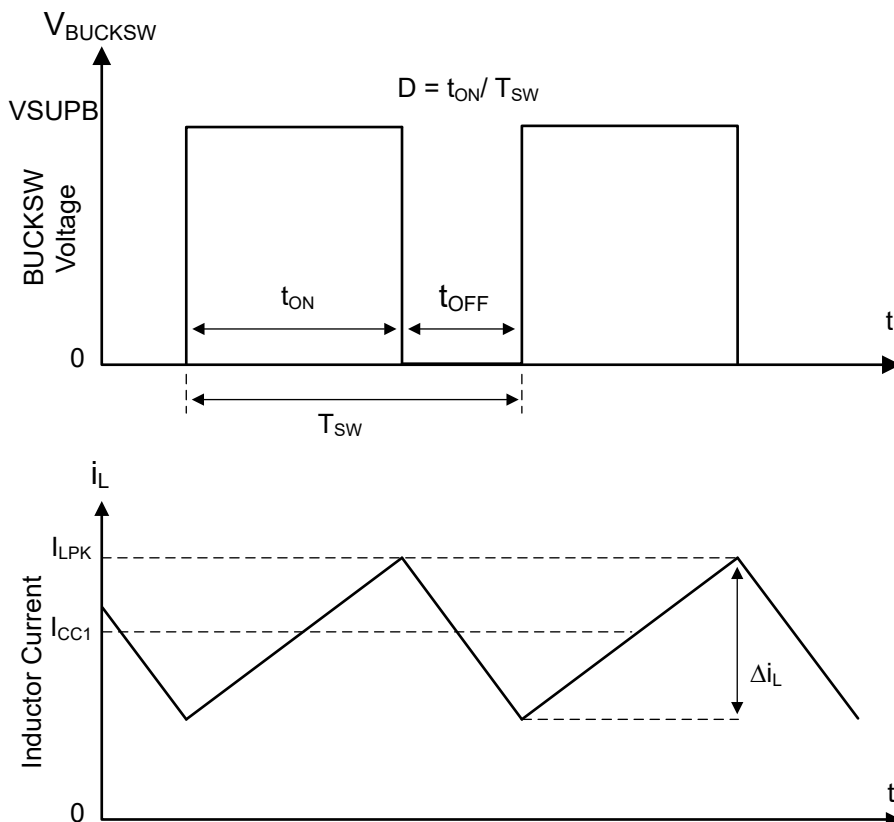

図 8-5. 連続電流モード (CCM) のスイッチング ノードの波形
TCAN245x-Q1 に統合された降圧レギュレータは、ハイサイド スイッチ (HS) とローサイド スイッチ (LS) を内蔵した同期式ステップダウン型の降圧コンバータです。レギュレータは、制御されたデューティ サイクルでハイサイドおよびローサイドの NMOS スイッチをオンにすることにより、出力電圧の安定化を実現します。図 8-5 を参照してください。ハイサイド スイッチのオン期間中、BUCKSW ピンの電圧はおよそ VSUPB まで振れ、インダクタ電流 i_L は $(VSUPB - V_{CC1}) / L$ の直線的な傾きで増加します。ハイサイド スイッチが制御ロジックによってオフにされると、貫通電流を防止するためのデッドタイム (t_D) の後でローサイド スイッチがオンになります。インダクタ電流は、ローサイド スイッチを通して $-V_{CC1}/L$ の割合で放電されます。降圧コンバータの制御パラメータはデューティサイクル $D = t_{ON} / T_{SW}$ と定義されます。ここで t_{ON} はハイサイド スイッチのオン時間、 T_{SW} はスイッチング周期です。コンバータ制御ループは、デューティ サイクル D を調整することにより、出力電圧を一定に維持します。損失を無視できるような降圧コンバータでは、次の式のように、 D は出力電圧に比例し、入力電圧に反比例します: $D = V_{CC1}/VSUPB$ 。